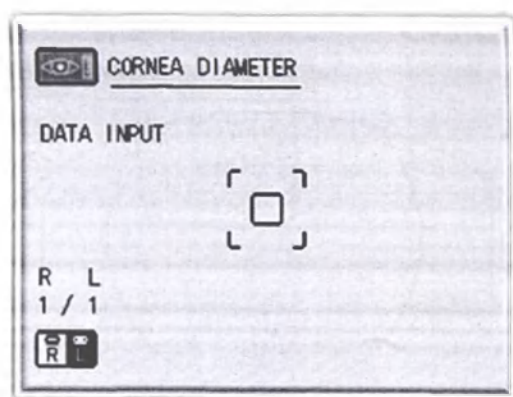
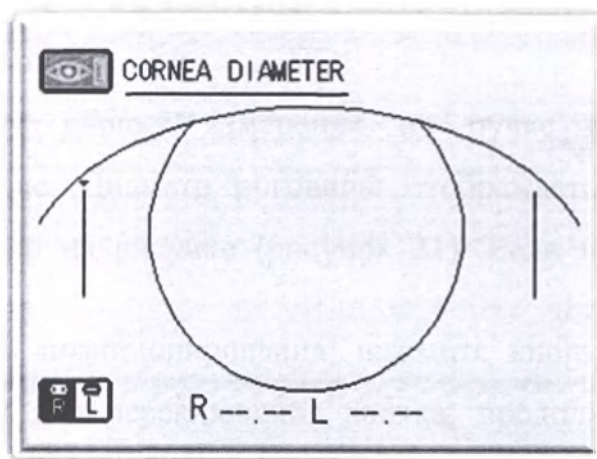

Рисунок 18 – Экран измерения диаметра роговицы после нажатия кнопки
Рисунок 19 – Экран измерения диаметра роговицы
3) Хорошо сфокусируйте изображение роговицы, нажмите кнопку измерения на ручке управления, изображение глаза будет записано (рисунок 18). Повторите для второго глаза. Вы можете сделать запись несколько раз, но записано будет только последнее изображение. Далее нажмите кнопку диаметра роговицы  для сохранения данных измерения в памяти прибора (C.D MEMORY) (рисунок 19).
4) Нажатие на кнопку «AS/M» внутренней панели управления перемещает видео коммутатор в лево, нажатие на кнопку  внутренней панели управления перемещает видео коммутатор в право (рисунок 19).